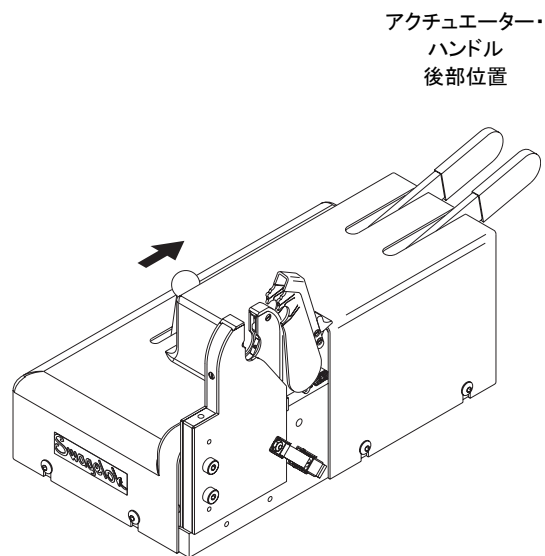

Figure 31 ウェルド・ヘッドを tool exchange (ツール交換) 位置に移動
2. ツール交換レバーを後方に押し固定しながら、両方のハンドルを最後部の位置まで押します。ハンドルが後部位置にきたら、ツール交換レバーを離して、ハンドルを tool exchange (ツール交換) 位置に固定します。**Fig.31**をご参照ください。